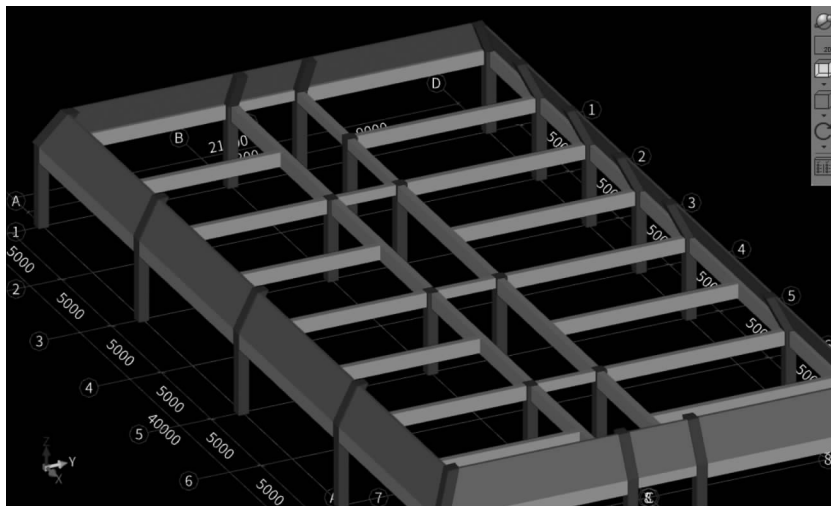

图 1-5 斜结构
①斜结构:斜柱、变截面柱、斜墙。在 BIM 钢筋抽样 GGJ2013 中无法定义斜柱、变截面柱及斜墙(见图 1-5),需要用其他构件代替处理。因此,斜结构用 BIM 钢筋抽样 GGJ2013 与 BIM 土建算量 GCL2013,均需要变通处理,且较烦琐,效率低。